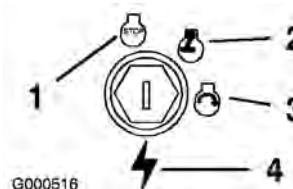

Bild 10
3. Drehen Sie den Zündschlüssel auf „Aus“ (Bild 10).